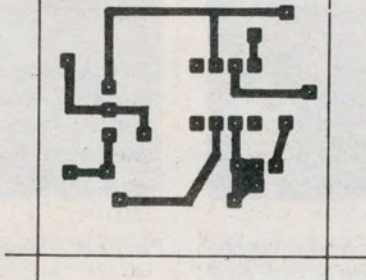

Fig. 12. - C.I. D.
- **Le C.I.D.** Voir figure 12. Il sert à monter le module de l'ohmmètre. C'est également un double face.